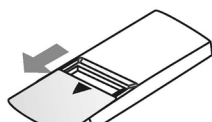

Fig.1
- Abra el compartimento de la batería deslizando la tapa hacia afuera (observe la dirección de la flecha en la fig.1).